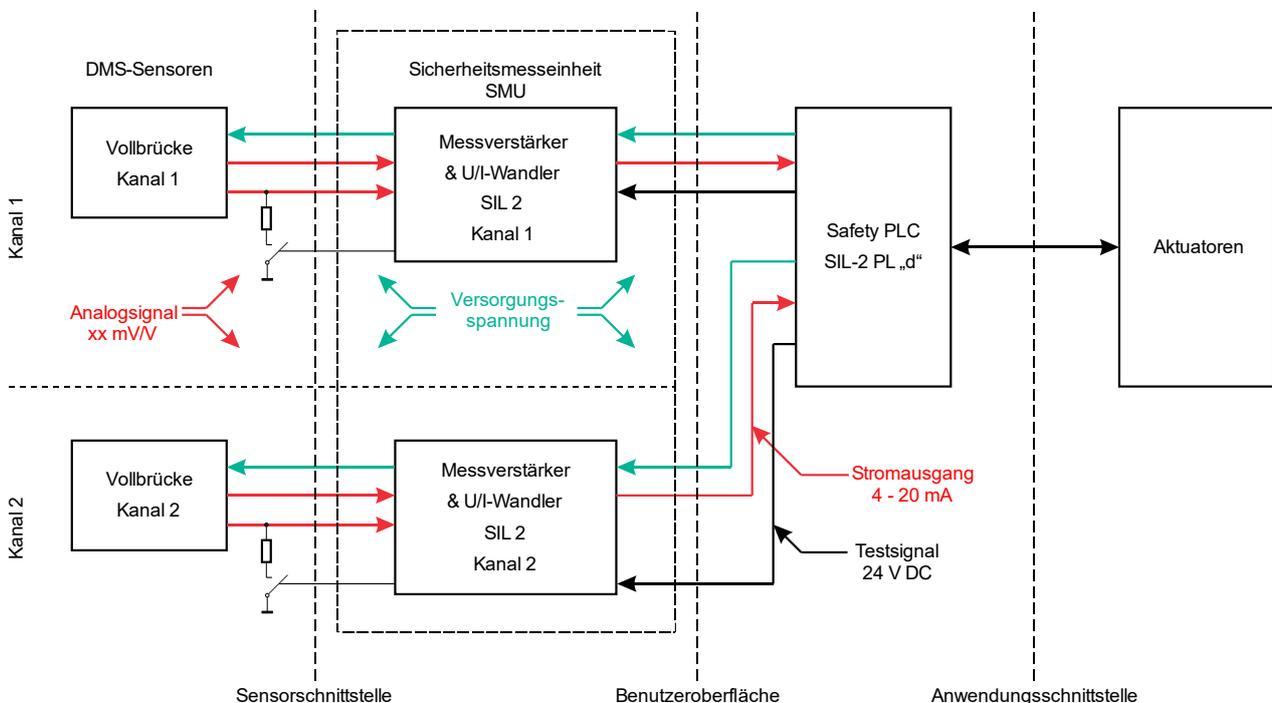

Abbildung 1: Blockschaltbild einer Benutzer-Anwendung-Kette
- Das Blockdiagramm (Abbildung 1) zeigt die Struktur der SMU als Bestandteil einer kompletten Benutzeranwendung. Das sicherheitsrelevanten Messsystem besteht aus zwei redundanten Messkanälen, jeweils bestehend aus einer vollständigen DMS-Messbrücke und einem Messverstärker und einer angeschlossenen Sicherheits-SPS mit Diagnosesoftware.